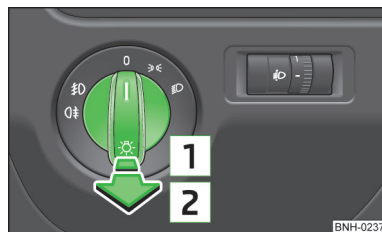

Fig. 23
- Rotiți comutatorul de lumini în poziția sau » fig. 23.
- Rotiți comutatorul de lumini în poziția sau » fig. 23 la pagina 41.